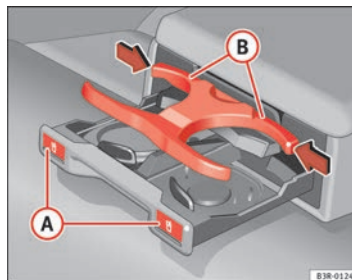

Fig. 132 Portabevande nel bracciolo centrale posteriore
- Premere sul simbolo  **A** ⇒ fig. 132.